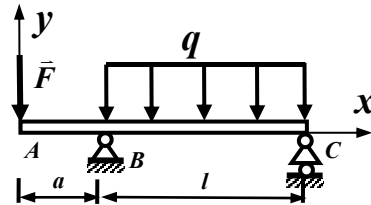

图 2
5、如图 2 所示梁, 若用积分法求梁的挠曲线方程时, 则相应的边界或连续条件为_____。